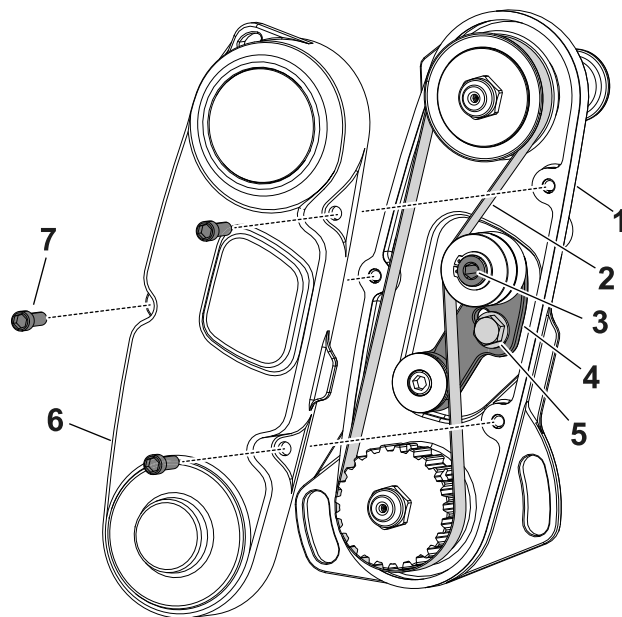

Figura 15
1. Togliete il copricinghia per accedere alla cinghia (Figura 15).
2. Allentate il bullone del braccio di rinvio e ruotate il braccio (Figura 15) per allentare la tensione sulla cinghia.
3. Rimuovete la cinghia (Figura 15).
6. Montate e tendete la cinghia applicando una coppia compresa tra 4 e 5 N·m all'esagono interno del braccio di rinvio illustrato nella Figura 15.